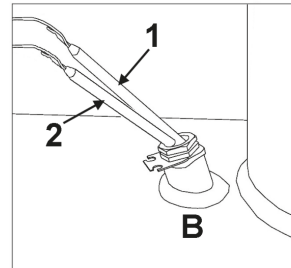

fig. 16 - Fourreau B
Placer à l'intérieur du fourreau « B » (fig. 16) le bulbe du thermostat du 1^{er} étage (1) et celui du thermostat du 2^{ème} étage (2).